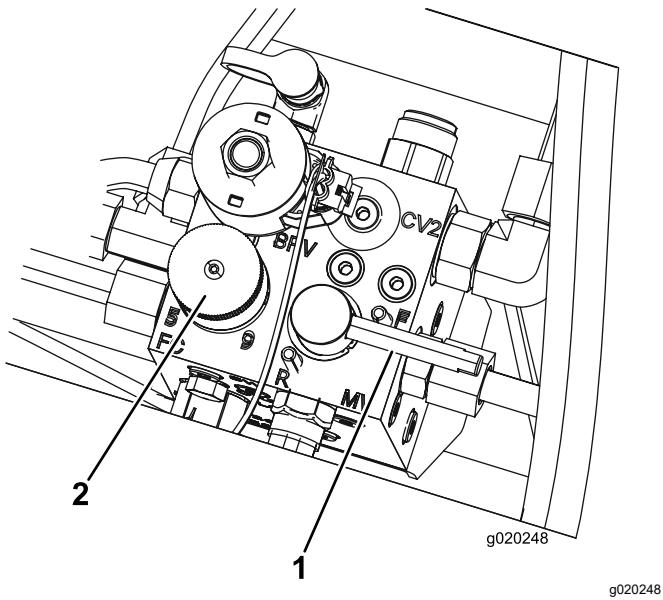

Figura 80
5. Ponga el control de velocidad del molinete en la posición 1 (Figura 80).
6. Mueva la palanca de autoafilado a la posición R (autoafilado) (Figura 80).